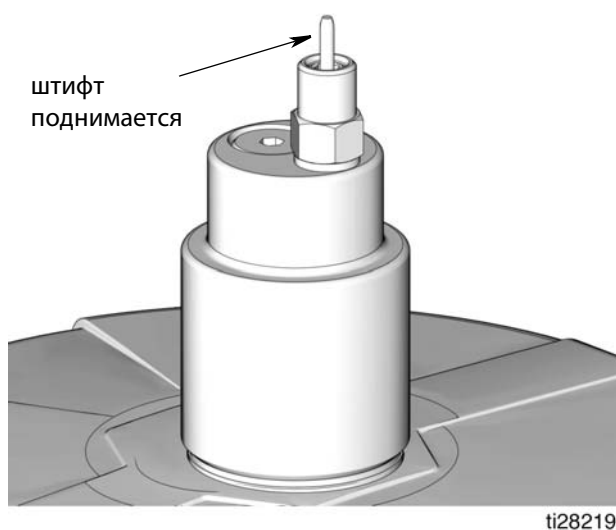

Рис. 26
3. Снимите с наполнительного соединителя (M) желтую пылезащитную крышку.
4. Соедините шлангом подачи (J) насос станции дистанционного заполнения (F) и отверстие наполнительного соединителя с отметкой "I".
5. Включите насос станции дистанционного заполнения (F).
6. Когда резервуар насоса G3 (D) заполнен:
- происходит срыв подачи насоса станции дистанционного заполнения (F) (нулевой напор),
- штифт автоматического запорного устройства для заполнения (B) поднимается, как показано на Рис. 26,
- значение на манометре (R) поднимается до давления, заданного для наполнительного насоса.